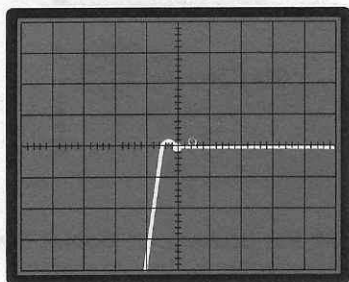

Fig.28 Se sullo schermo dell'oscilloscopio vi appare questa figura, significa che avete inserito il terminale Gate sull'ingresso C del tracciacurve.
a) Se sullo schermo dell'oscilloscopio appare una traccia come visibile in fig.28, significa che il GATE del fet risulta inserito nell'ingresso C (collettore) del tracciacurve.